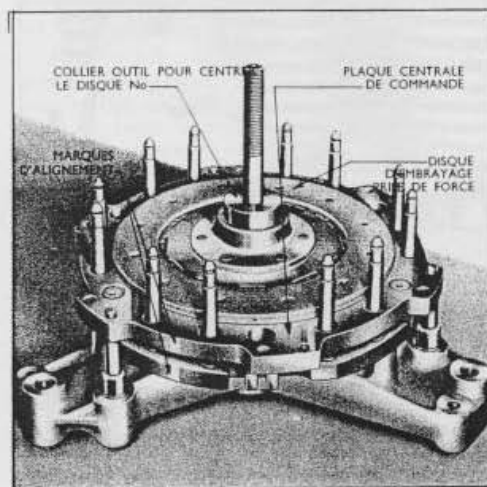

Fig. 9.
4. Tout en alignant les repères portés sur la plaque centrale d'entraînement et sur le plateau d'embrayage/tracteur au moment du démontage (voir remarque ci-dessus), positionner la plaque centrale d'entraînement sur l'outil de telle sorte que les axes d'entraînement soient introduits dans les fentes du plateau d'embrayage/tracteur et que les ergots de positionnement de l'outil correspondent aux trois trous lisses pratiqués sur le bord de la plaque centrale d'entraînement (voir FIG. 9).
5. Placer le collier de centrage du disque d'embrayage/prise de force (Outil N° T. 7502/3a) sur l'axe de l'outil en s'assurant bien que le collier s'appuie contre l'épaule de l'axe de l'outil. Positionner le disque d'embrayage/prise de force, son moyeu étant tourné vers le haut, sur la plaque centrale d'entraînement tout en plaçant l'alésage du moyeu de disque sur le collier de centrage (voir FIG. 9).